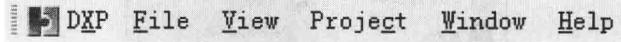

图 1-4 主菜单栏
Altium Designer 的菜单栏是用户启动设计工作的入口，具有命令操作、参数设置等功能。用户进入 Altium Designer，首先看到主菜单栏中有 6 个下拉菜单，如图 1-4 所示。
- (1) 单击图 1-4 主菜单栏中的 DXP 按钮，弹出系统菜单。